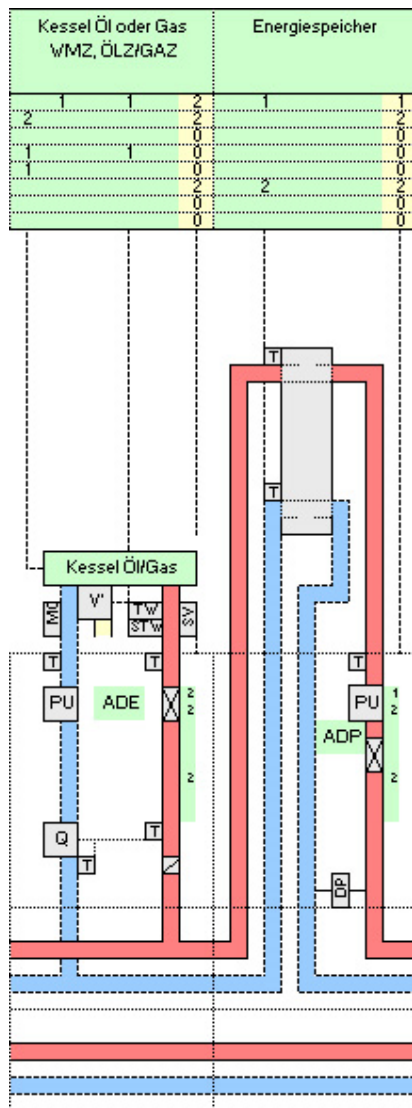

Bild 41
41. Ein Wärmeerzeuger an einem Energiespeicher (WE.ESP) (Bild 41)